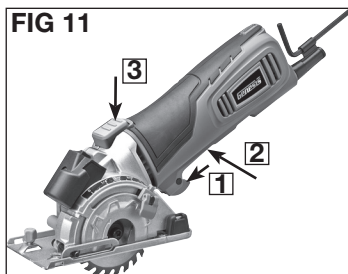

FIG 11
1. Poussez le bouton de verrouillage vers l'avant avec l'index. Voir [1] la FIGURE 11.
2. Enfoncez le commutateur à gâchette ON/OFF vers l'intérieur et tenez-le enfoncé. Voir [2] la FIGURE 11.
1. Enfoncez la portion arrière du bouton de déclenchement de mode plongeant et tenez-le enfoncé. Voir [3] la FIGURE 11.